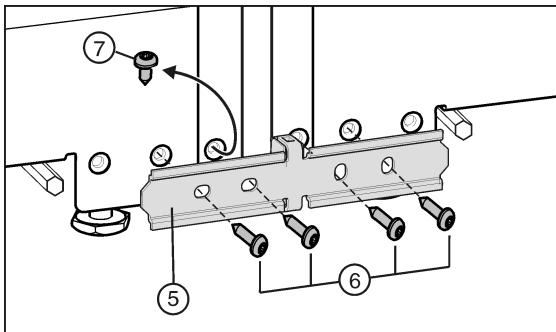

Fig. 23
- Si su aparato se ha equipado con el tornillo Fig. 23 (7) premontado: Desenrosque el tornillo.
- Fije ligeramente la chapa de unión Fig. 23 (5) con dos tornillos Fig. 23 (6) en un aparato.